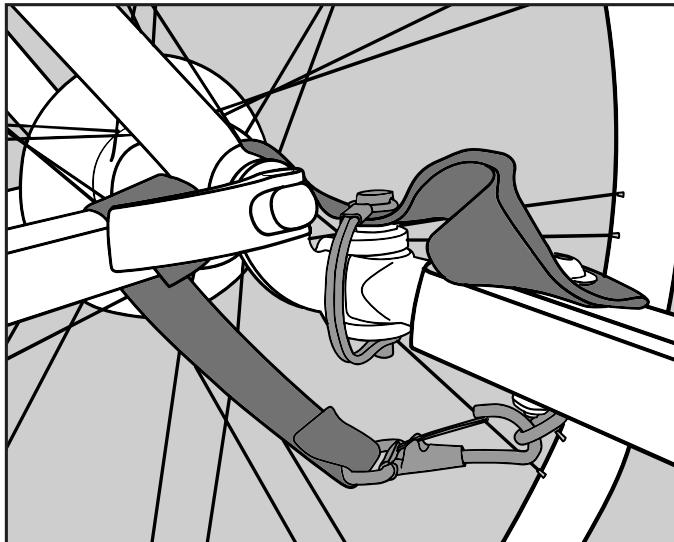

Figure 10
2. Hooking the tow bar to the hitch: Insert flex connector in between the two holes on the hitch. Insert lock pin and close retainer. (Figure 10).
2. Accrochage de la barre de remorquage à l'attelage : Insérez le raccord souple entre les deux trous sur l'attelage. Insérez la goupille de sécurité et fermez le dispositif de retenue. (Figure 10).
2. Ankoppeln der Zugstange an der Anhängerkupplung: Stecken Sie das flexible Verbindungsstück zwischen die beiden Löcher der Anhängerkupplung. Stecken Sie den Sicherungsstift hinein und schließen Sie die Arretierung. (Abb. 10).